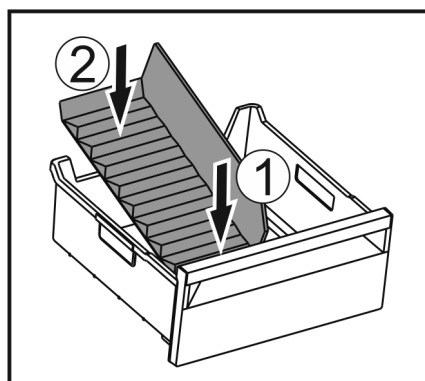

Fig. 154
- Vložte prednú časť oddelovača zásuvky na ľad. Fig. 154 (1)
- Spustite zadnú časť oddelovača zásuvky na ľad až na dno zásuvky. Fig. 154 (2)